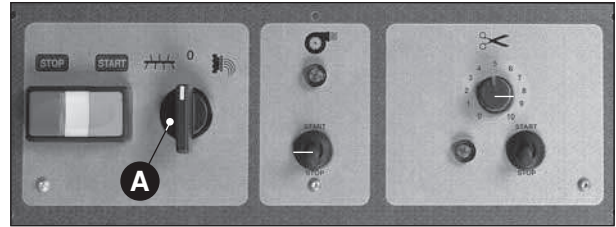

Fig. 32
Poner el mando en posición de amasa  (Fig. 32 A) y verificar:
- Que el sentido de rotación del mezclador sea antihorario, mirando desde la parte anterior de la máquina, cuando el interruptor (Fig. 32 B) está girado en la posición “mezclar”  (también la cóclea gira en sentido antihorario).
- El funcionamiento de los pulsadores y de las luces indicadoras ocurre según la simbología referida (Fig. 32).